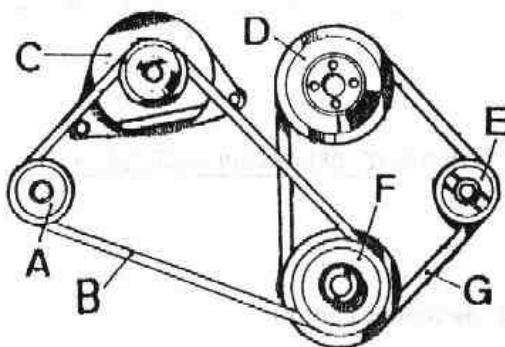

Fig. N2-37 Desmontaje alternador
- 1.3. Aflojar el tornillo de fijación del tensor, A (Fig. N2-37) y extraer la correa, B, del alternador, C.